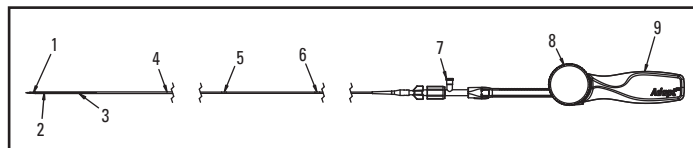

Figure 1. Système de stent carotidien Adapt Monorail
La figure 1 présente les caractéristiques générales du système Adapt Monorail. Le système de mise en place dispose d'une extrémité de repérage radio-opaque (1) visant à faciliter son suivi dans le système vasculaire artériel carotidien. Le repère de délimitation radio-opaque distal (2) du système de mise en place se situe sur son extrémité distale. Le stent (3) se situe proximale au repère de délimitation radio-opaque. Le système de mise en place est un système d'échange rapide compatible avec les guides standard de 0,014 in (0,36 mm) ou de plus